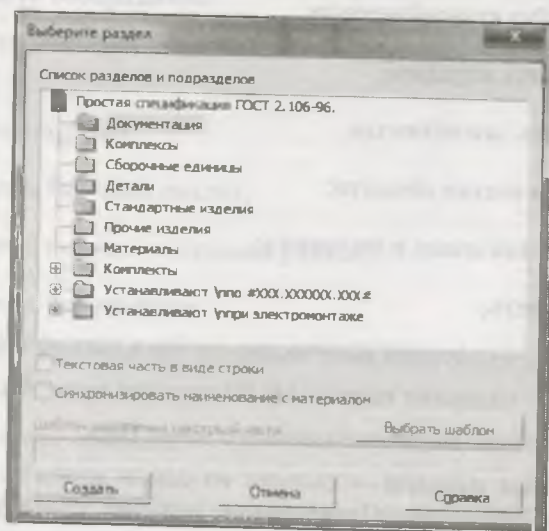

Рис. 15.8. Диалоговое окно **Выберите раздел**
- ◆ на инструментальной панели в группе **Объекты** нажмите на кнопку **Добавить базовый раздел**  — система открыла диалоговое окно **Выберите раздел** (рис. 15.8). В этом окне выделите раздел **Документация** и нажмите кнопку **Создать**. В спецификации появляется раздел **Документация** в режиме редактирования текста. В строке раздела выполните такие действия: